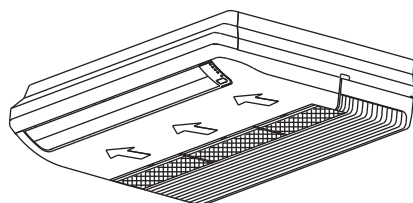

Рис. E3
1. Извлеките воздушный фильтр из воздухозаборного отверстия, как показано на рис. E3.